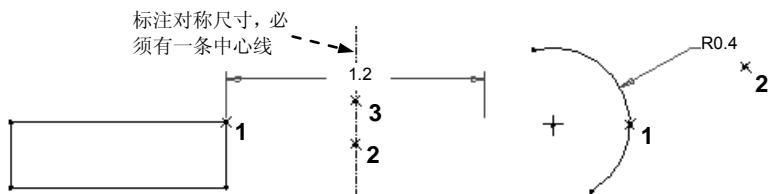

图 4.9.6 对称尺寸的标注
Step2. 选择点1，再选择对称中心线上的任意一点2，再次选择点1；中键单击位置3以放置尺寸（图4.9.6）。